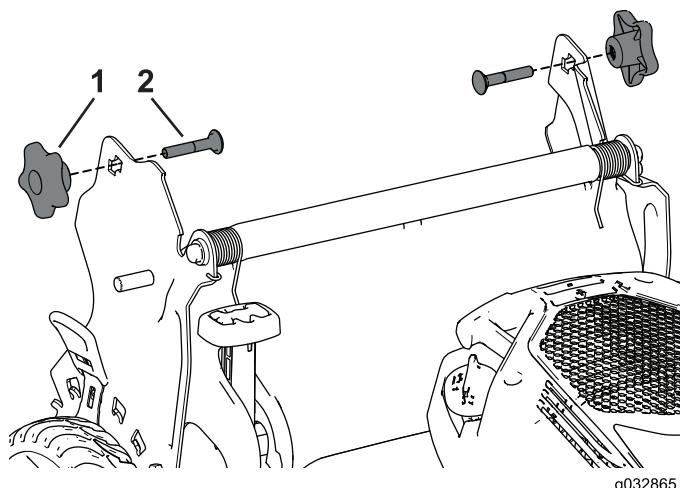

Figure 24
3. Insérez le boulon de carrosserie (la tête du boulon vers l'intérieur) dans le support du guidon et dans le trou supérieur à l'extrémité du guidon. Vérifiez que les bords carrée de chaque boulon de carrosserie s'engagent dans le trou carré supérieur ou inférieur du support de guidon correspondant (Figure 24).